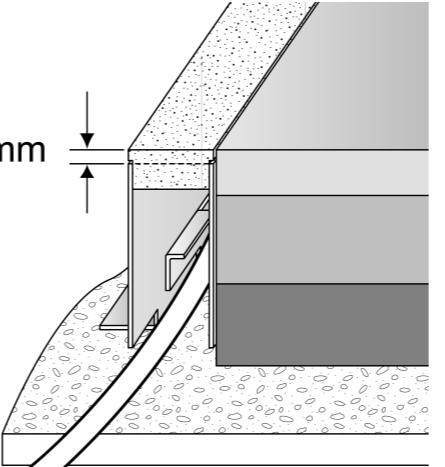

Bild 7
- Beiliegenden Kantenschutz (6) so an den Rahmenkanten anbringen, dass die Anschlussleitung von den scharfen Rahmenkanten geschützt ist.
- Einbaurhilfe (5) in Einbaurahmen einsetzen.
- Einbaurahmen mit Schrauben (9) und Dübel oder Montagekleber befestigen.
- i** Die eingesetzte Leuchte ragt 5 mm über die Rahmenoberkante hinaus. Die Oberkante des Fertigfußbodens (OKFF) muss später ebenfalls 5 mm über dem Rahmen liegen (Bild 7).